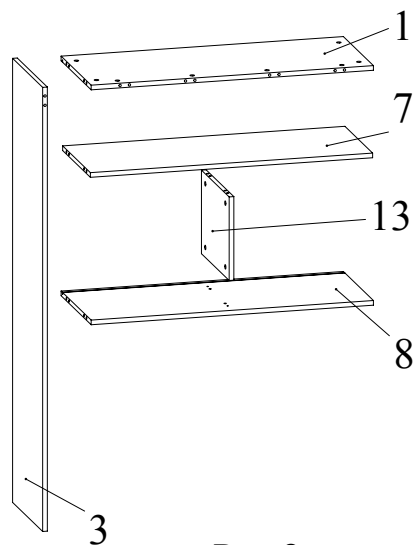

Рис.8
15. Установить полки 7, 8 на боковину 13 и зафиксировать, повернув конфирматным ключом головки минификсов по часовой стрелке до упора (Рис. 8).
16. Установить полки 7, 8 и крышку 1 на боковину 3 и зафиксировать, повернув конфирматным ключом головки минификсов по часовой стрелке до упора (Рис. 8).